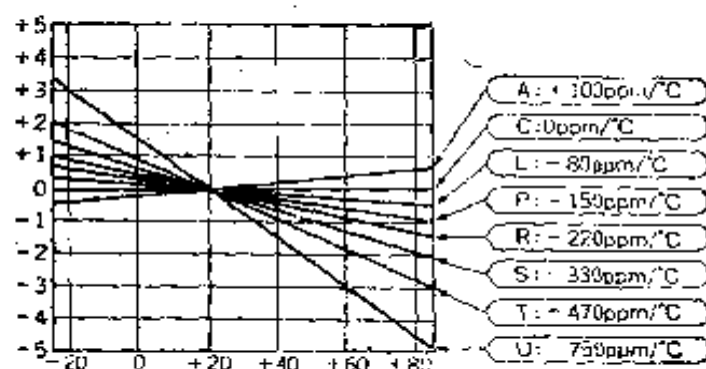

图4-9 温度补偿型陶瓷电容器的温度特性
低介质常数型陶瓷电容器,其容量温度系数被严格控制,除了温度系数平直的产品之外,还有各种正温度系数的和负温度系数的产品(图4-9)。为了达到温度补偿的目的,必须选择具有与此目的相适应的温度系数。这种陶瓷电容器常用作晶振电路⑤、A/D变换⑥及V/F变换⑦电路中的积分电容器等。